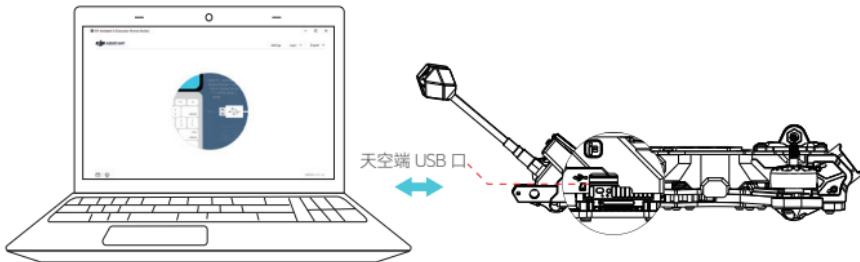

图 1-1
1. 天空端及飞行眼镜激活：Nazgul DC5 ECO 飞行器连接电池，通过 USB-C 接口 [图 1-1]